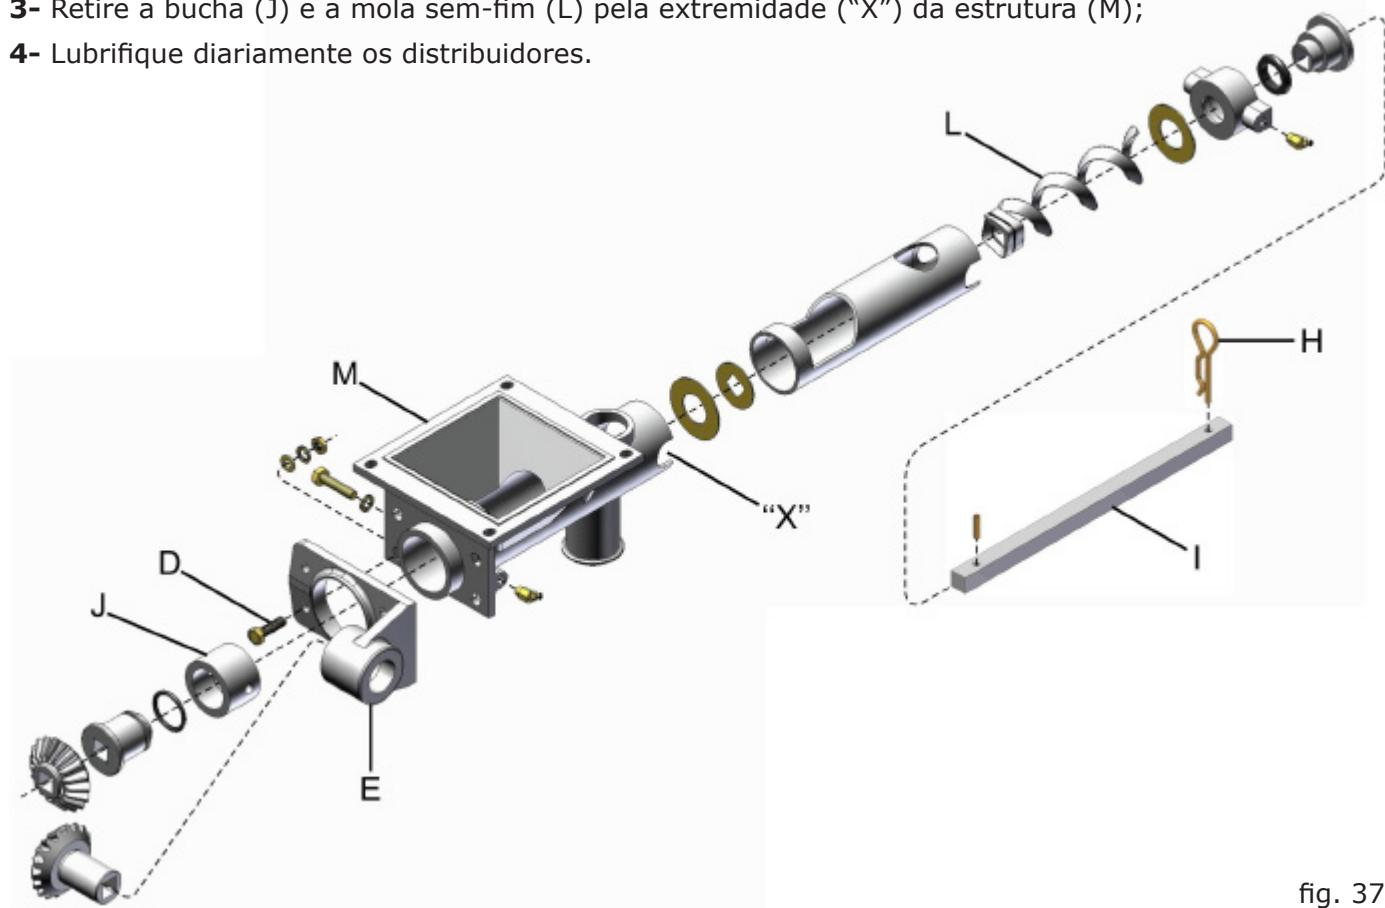

fig. 37
- 1-** Afrouxe os parafusos (D) (fig. 37), que fixam a base das engrenagens (E) liberando-a;
- 2-** Retire o contrapino (H) e o eixo (I) no sentido do pino elástico que não precisará ser desmontado;
- 3-** Retire a bucha (J) e a mola sem-fim (L) pela extremidade ("X") da estrutura (M);